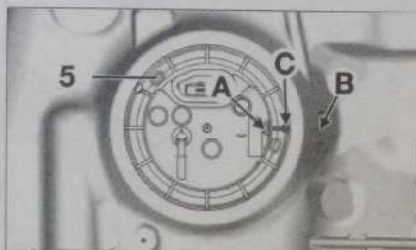

Fig. 59
- Reposer le module en respectant l'alignement des repères (A) et (B) (Fig.59).